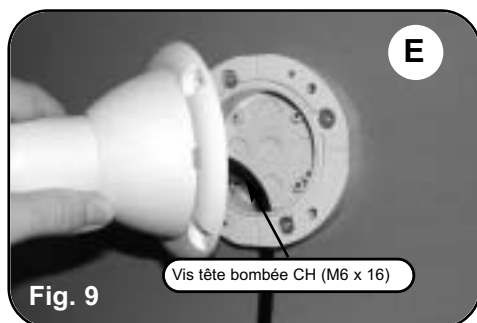

Fig. 9
- E.** Introduisez le câble du support dans la découpe prévue à cet effet sur l'embase, puis fixez le support (**Fig 9**). Note : l'embase peut être orientée pour positionner la découpe de passage de câble soit sur le côté, soit sur le dessus.